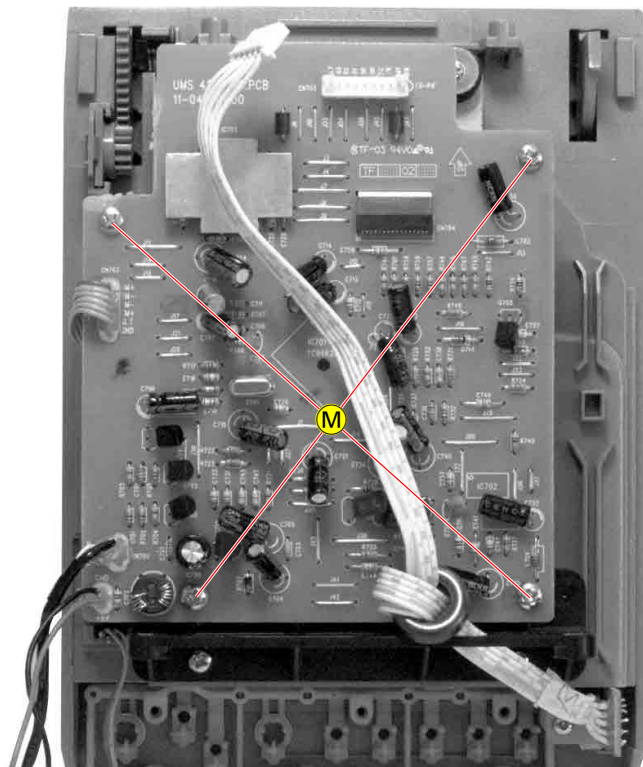

Fig. 11
- 4 Schrauben (M) (Fig. 11) herausdrehen.
- Undo 4 screws (M) (Fig. 11).